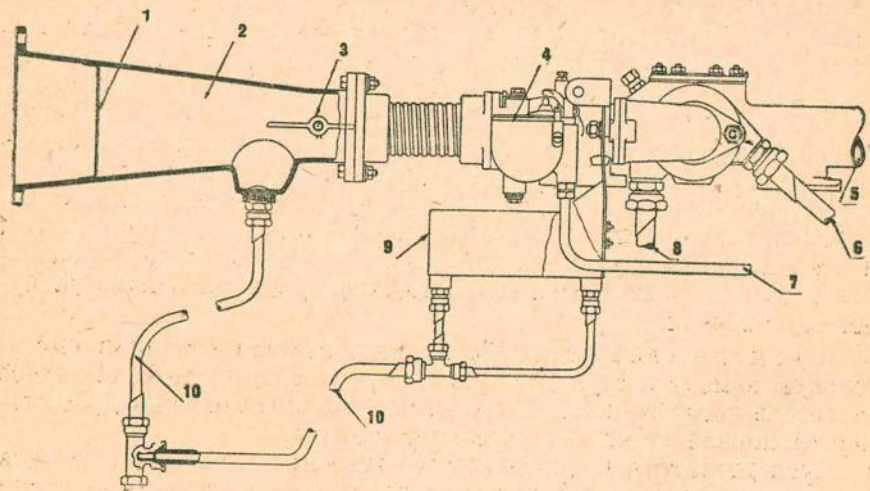

Рис. 24. Система питания. Воздушный трубопровод.
Воздушный трубопровод (рис. 24) служит для подвода воздуха к карбюратору. Воздух для смеси берется из боевого отделения танка, благодаря чему усиливается вентиляция танка и уменьшается засорение пылью рабочей смеси. В воздушном трубопроводе помещается воздушная заслонка (3); закрывая ее, можно